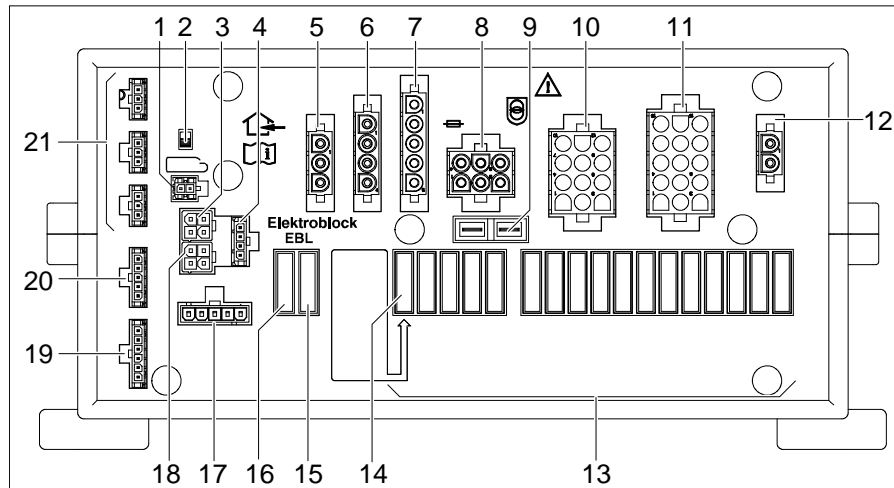

Bild 245 Elektroblock (EBL 402/403)
Einbauort Der Elektroblock EBL 402/403 (Bild 245) befindet sich in der Heckgarage auf der rechten Seite.
- ▷ Der Batterie-Trennschalter (Bild 245,2) trennt alle Verbraucher, die am Elektroblock angeschlossen sind, vom 12-V-Netz.
- Batterie-Trennschalter (Bild 245,2) drei Mal hintereinander aus- und wieder einschalten.